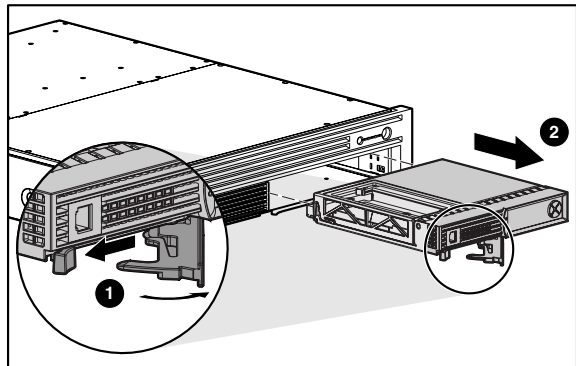

Abbildung 5: Herausnehmen des Controllers
1. Drücken Sie auf die Verriegelung, und drehen Sie den Verriegelungshebel nach außen ❶.
2. Ziehen Sie den Controller gerade aus dem Gehäuse heraus ❷ wie in Abbildung Abbildung 5 gezeigt.